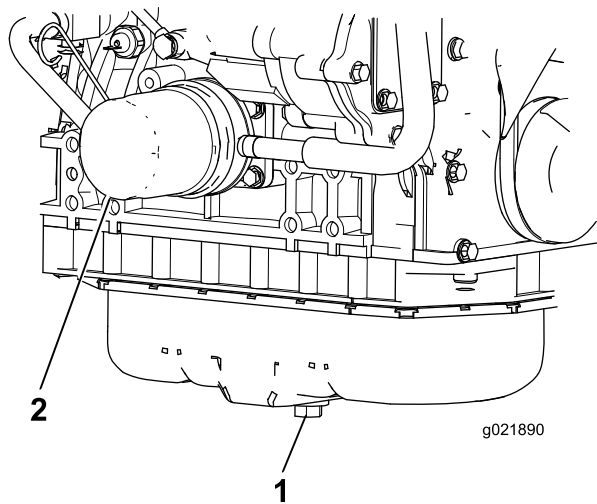

Figura 56
1. Retire el tapón de vaciado (Figura 56) y deje fluir el aceite a un recipiente apropiado. Cuando todo el aceite se haya drenado, instale el tapón de vaciado.
2. Retire el filtro de aceite (Figura 56). Aplique una capa ligera de aceite limpio al filtro nuevo antes de enroscarlo. **No apriete demasiado.**